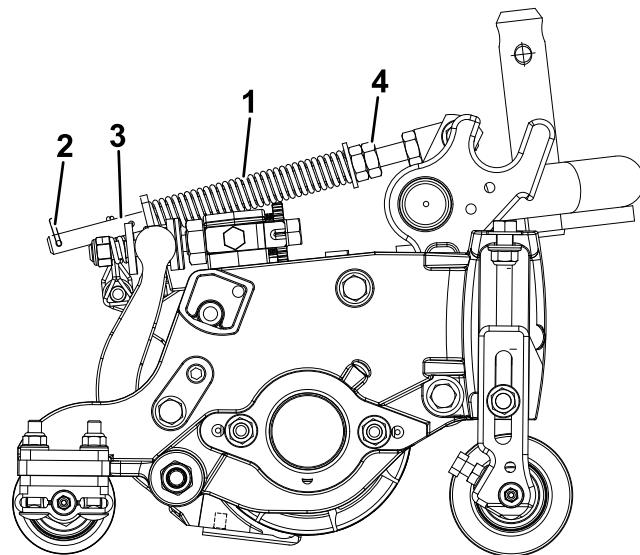

Figura 14
2. Apriete las tuercas hexagonales del extremo delantero de la varilla del muelle hasta que la longitud comprimida del muelle (Figura 14) sea de 12,7 cm en unidades de corte de 12,7 cm, o de 15,8 cm en unidades de corte de 17,8 cm.
El muelle de compensación del césped (Figura 14) transfiere peso del rodillo delantero al trasero. Esto ayuda a reducir el patrón de ondulación en el césped.
1. Asegúrese de que el pasador de horquilla está instalado en el taladro del extremo de la varilla del muelle (Figura 14).